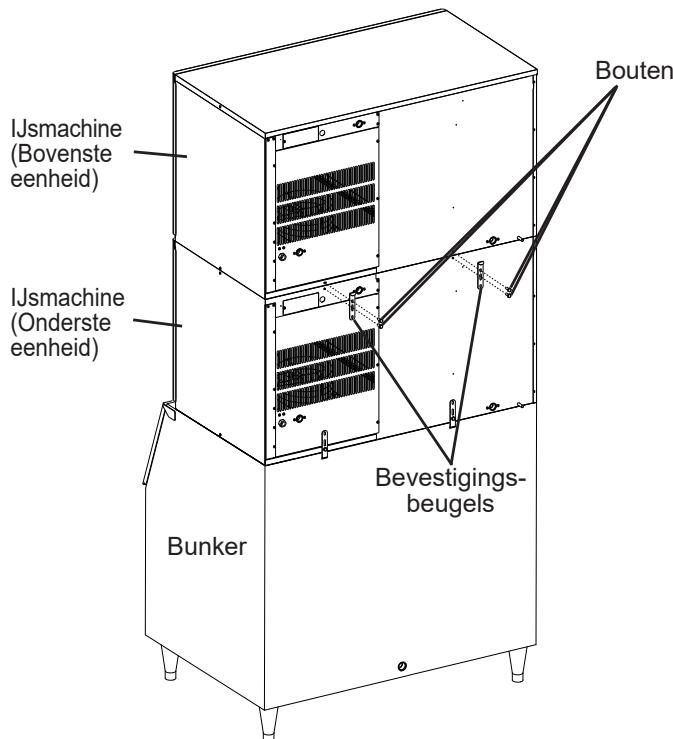

Afb. 4
- c. Gebruik de duimschroef die u in de vorige stap hebt verwijderd en de duimschroef in het zakje met accessoires om de bunkerbesturingseenheid aan de onderkant van de ijsmachine te bevestigen. Zie afb. 4.